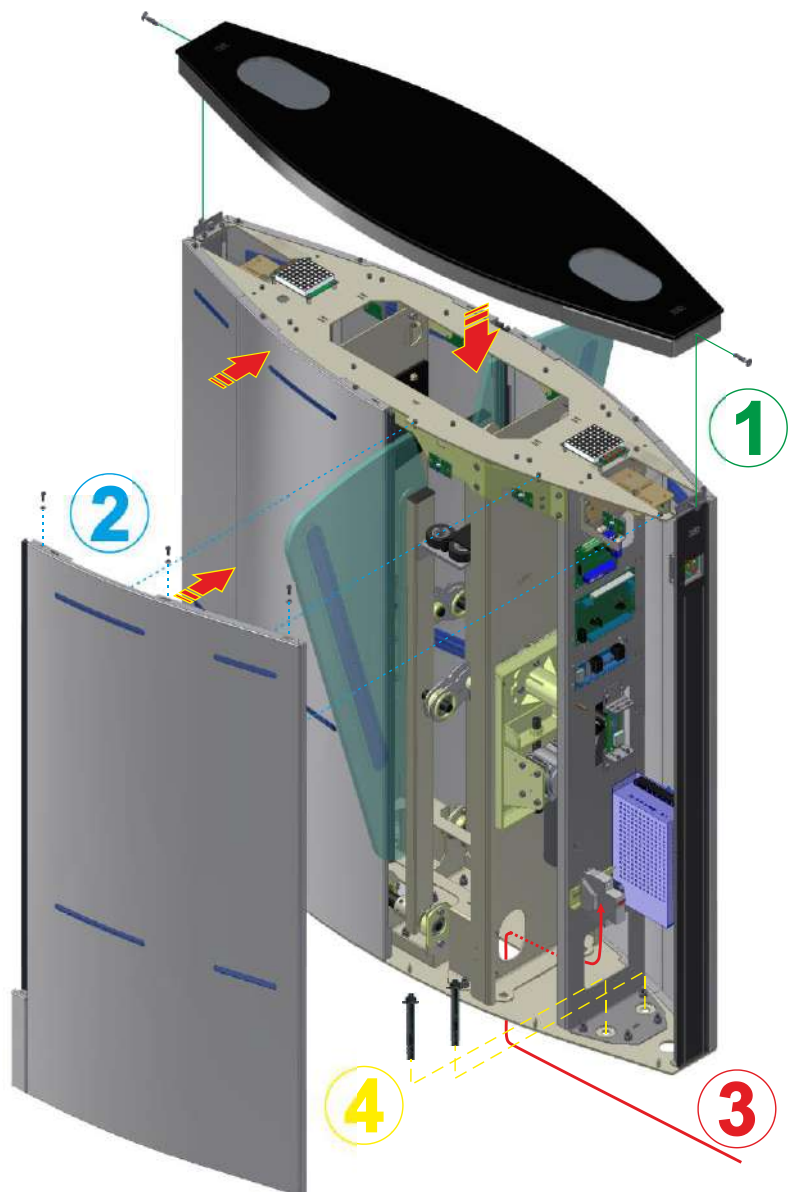

Рис. 16 - Общий вид установки тумбы турникета «SPEEDBLADE»
1. – снять крышку турникета, открутив винт на торцах (см. Рис. 16);
После необходимого монтажа установить двери и боковины изделия (Рис.16) на места их крепления, зафиксировать столешницу винтами.